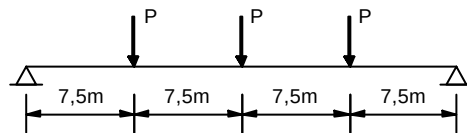
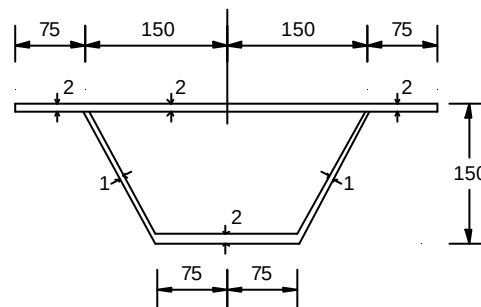

Fig. 1
Fig. 2
Para la viga simplemente apoyada de la **Fig. 1**, cuya sección transversal se indica en la **Fig. 2**, se pide:
- Determinar el valor máximo de **P** que puede soportar dicha sección, para el esquema de cargas de la **Fig. 1**, si cada cordón de soldadura admite una carga rasante de **0,75 Mp/cm**.